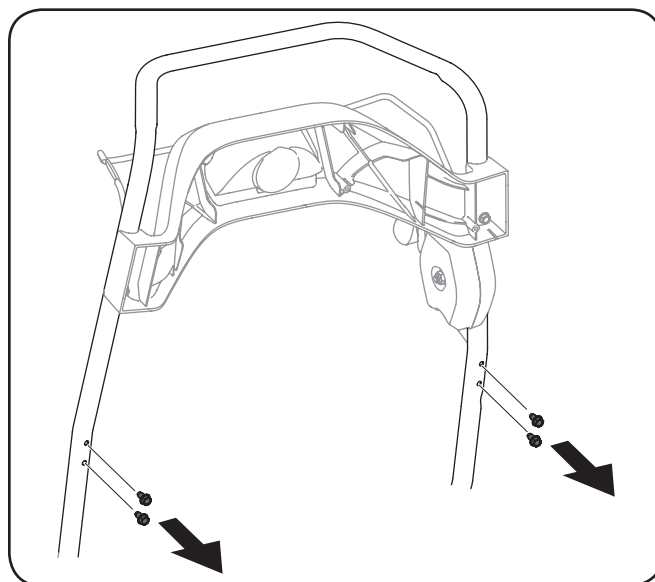

Figure 3-7
1. Retirez les quatre boulons hexagonaux de la partie arrière de la poignée (deux boulons sur chaque côté). Voir Figure 3-7.